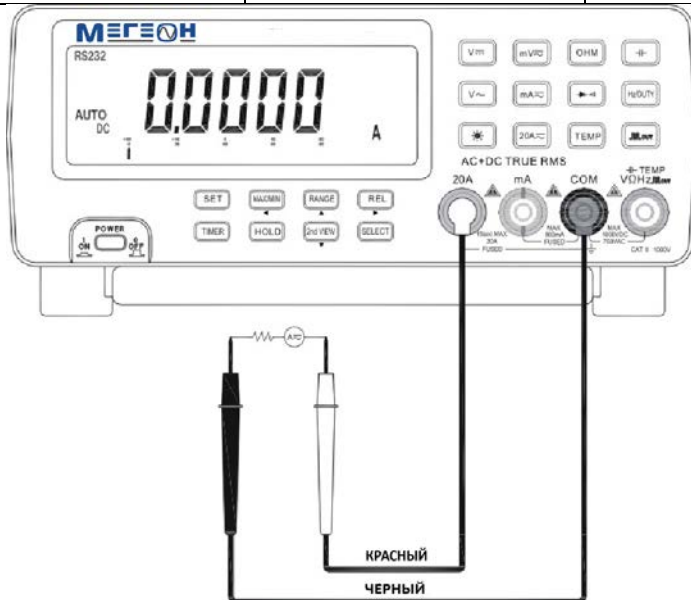

Рисунок 9. Измерение тока в миллиамперах.
- Коснуться «щупом» контрольной точки. Способ измерения представлен на Рис. 9.